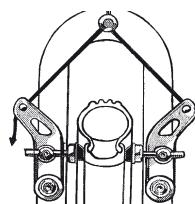

Abb. 1
- Die Bremsflächen müssen sauber u. fettfrei sein und die Bremsbeläge müssen parallel zu einander stehen (s. Abb. 1).